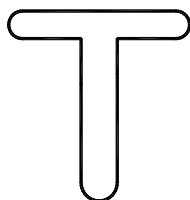

图 7-23 移动并修剪
(6) 修剪掉多余线, 完成断面图的外轮廓线, 如图 7-23 所示。